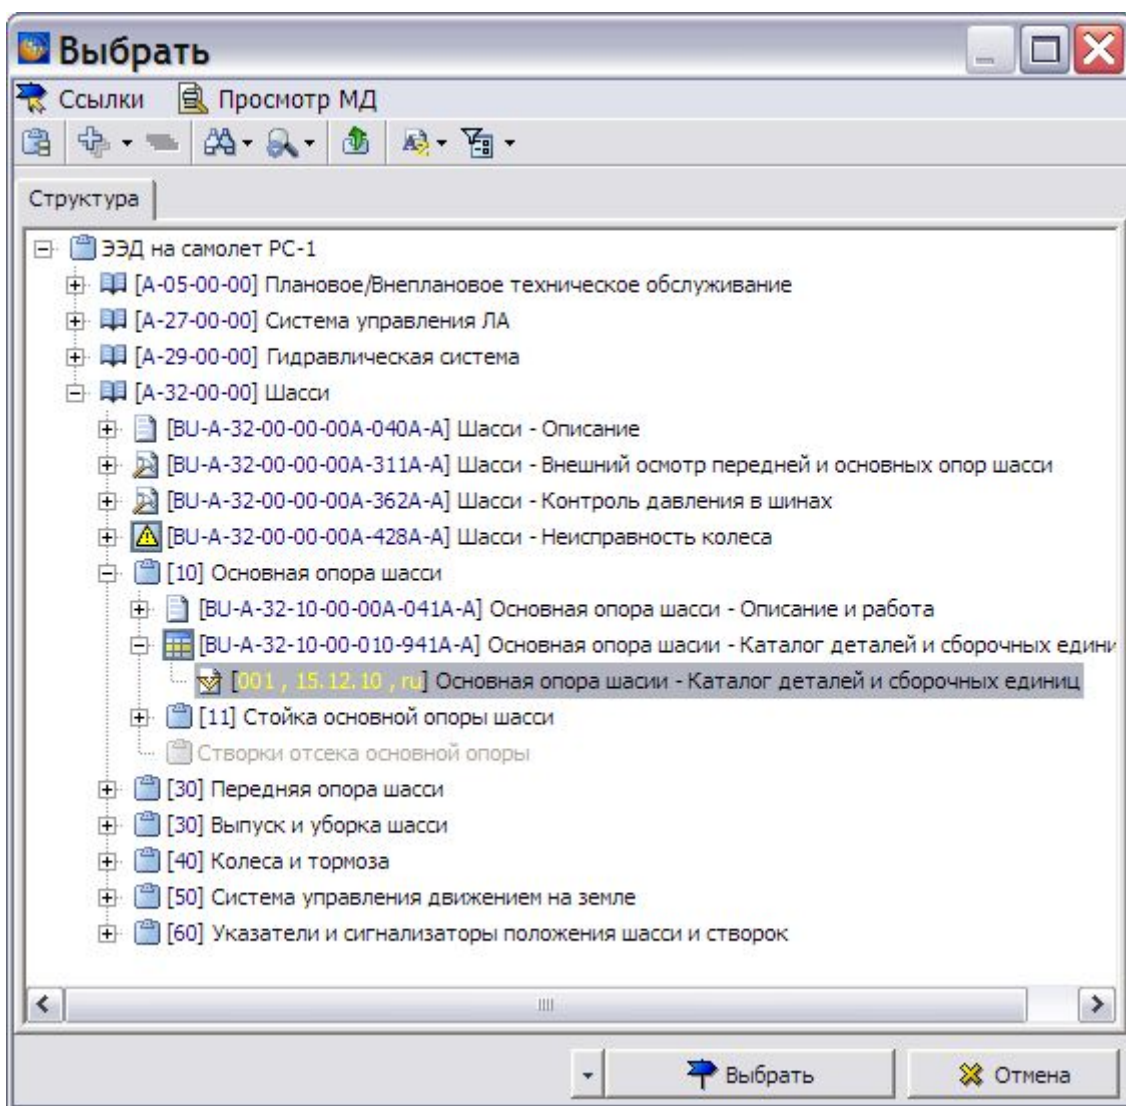

Рис. 5.46
2. В окне **Добавление записи** выберите опцию **Из каталога**. При этом появится окно **Выбрать** (Рис. 5.46).